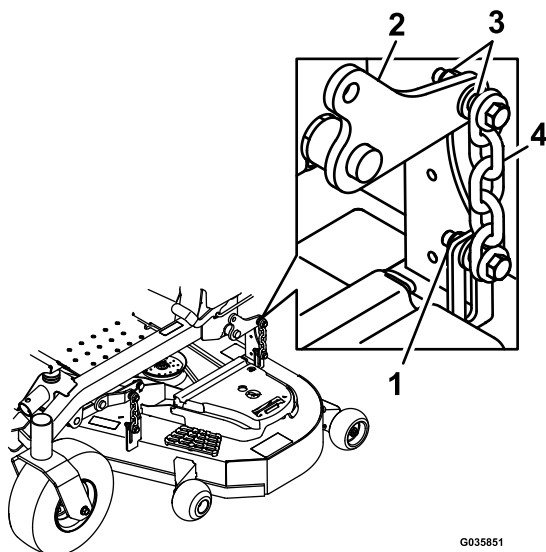

Figura 85
15. Slăbii contrapiuliile (Figura 85) din toate cele 4 coluri i asigurăi-vă că puntea mainii de tuns iarba stă fixată în siguranță pe toate cele 4 blocuri.